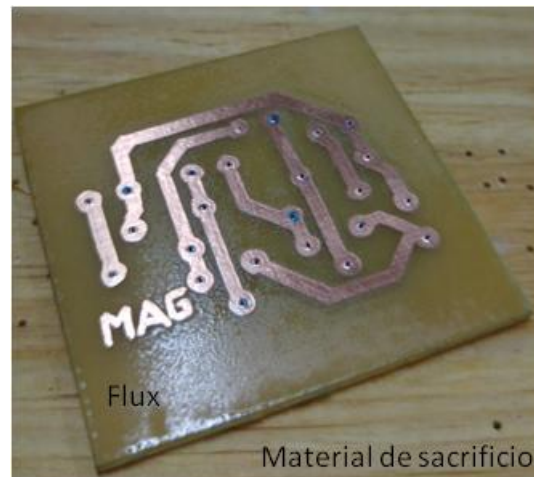

Fig. 14: PCB limpio con flux
23. Pasar flux protector (**consultar**). Fig. 14